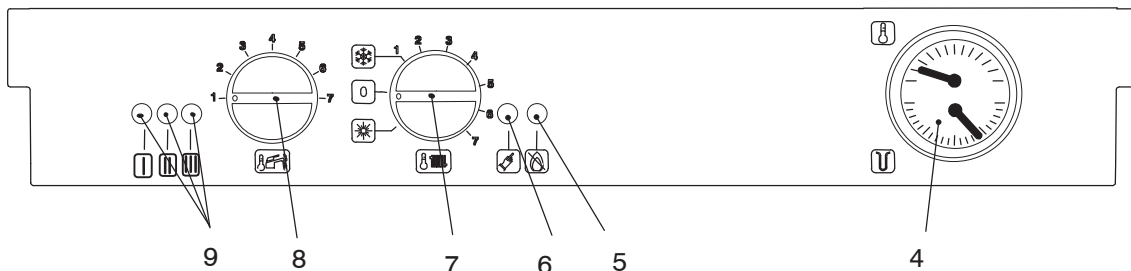

Fig. 1-3
Three lights (9 in Fig. 1-3) give detailed indication regarding the operation of the boiler.
Три лампочки (9 на рис.1.3) дают подробную информацию о работе котла.
- 2 Turn on the electricity supply to the boiler, switching on the fused spur isolation switch. The appliance operation light 9 (Fig. 1-3) will flash every 4 seconds (stand-by condition).
- 2 Включите электропитание котла. Индикатор котла 9 (рис.1.3.) будет моргать каждые 4 секунды (состояние ожидания)